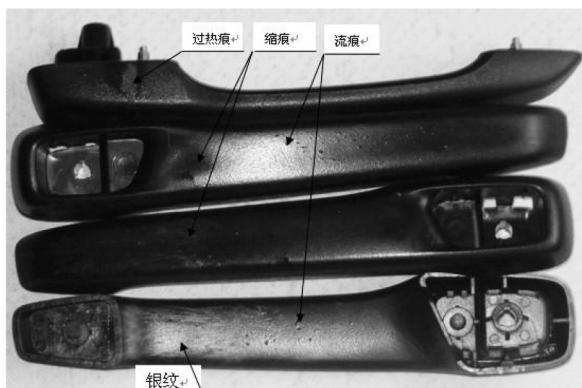

图2 外手把
(1) 原因: 外手把注塑模设计时, 因为没有进行外手把缺陷的预测。试模时出现了缩痕、银纹、融接痕(图中未给出)、过热痕和流痕五种缺陷, 如图2所示。通过高校的模具专业采用CAE法进行分析, 不断地变换浇口的位置, 甚至复制了多副注塑模, 问题仍然是得不到有效的解决。